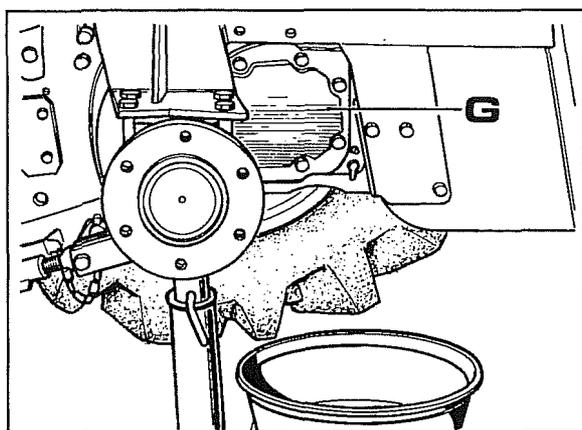

Abb. 20
- 1 Die Maschine abstützen, das Rad abmontieren und das Getriebeöl ablassen. Den Deckel **G** Abb. 20 abnehmen.